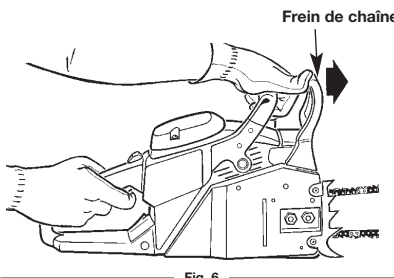

Fig. 6
- Lorsque l'appareil est en marche, appuyez sur la gâchette de la manette des gaz jusqu'à 1/3, puis embrayez le frein de chaîne en poussant le levier de frein de chaîne vers l'avant avec la main gauche (Fig. 6).